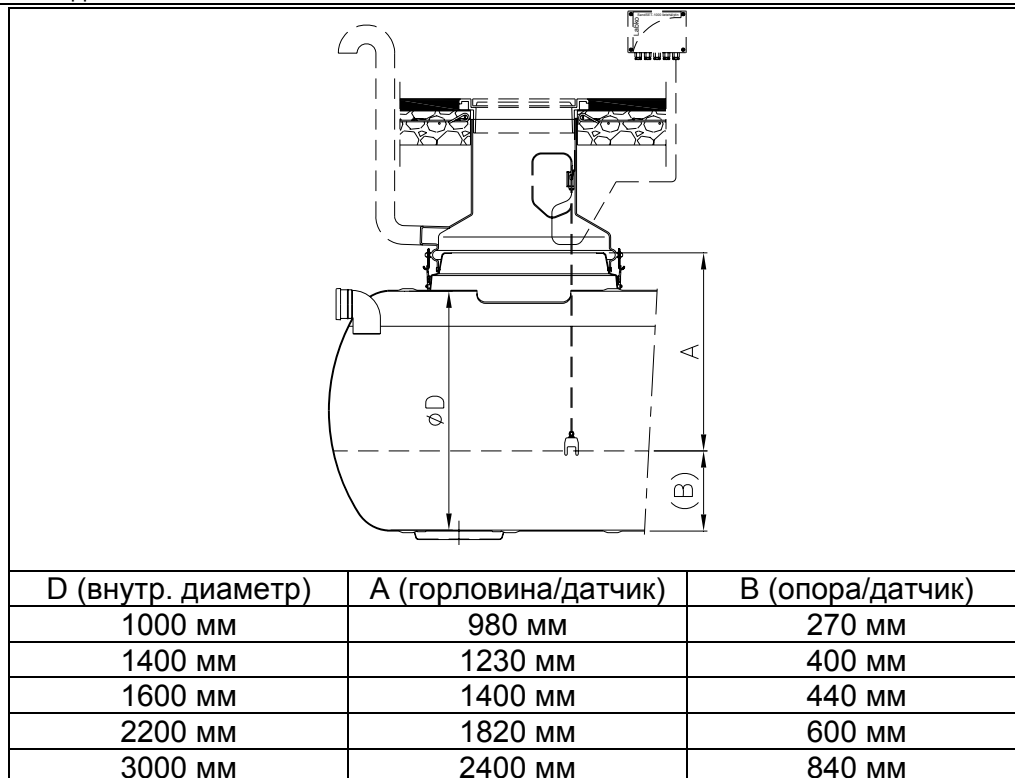

Рис. 5. Определение высоты кабеля датчика сигнализации.
8. Установите датчик сигнализатора ила SandSET 1000 в отделителе, Соединительную коробку повесить за металлический крючок, установленный в верхней части техколотца. После этого определяется требуемый уровень высоты датчика; рекомендуется определить высоту на уровне 1/3 от объема емкости. Смотрите подробнее рис. 5, высоту «В».